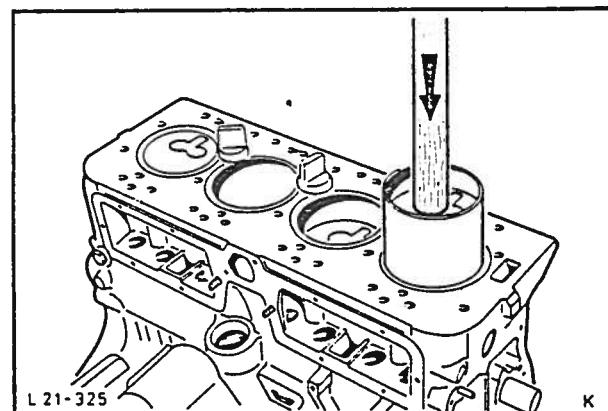

Fig. 64 Montering av stempler med stempelringklemme.
36. Monter stempler og veivstenger i riktig rekkefolge i motorblokken. Press stemplene inn i sylinderne med et hammerhåndtak og før veivstengene for hånd inn på veivlagertappene, fig. 64.